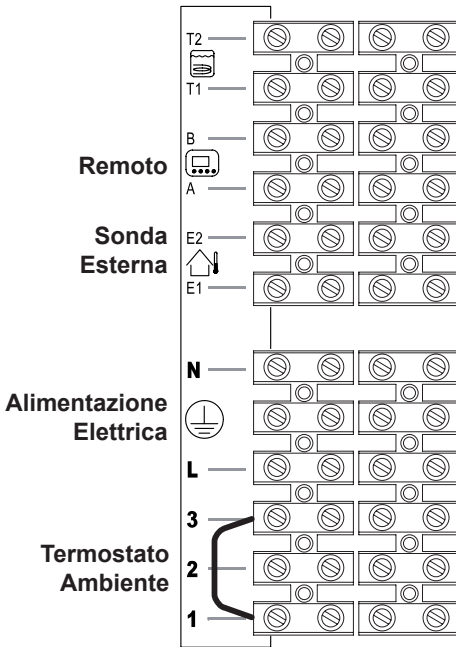
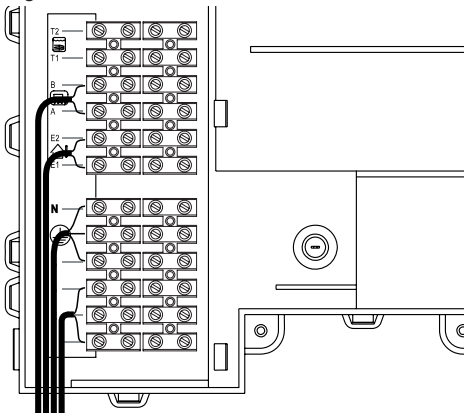
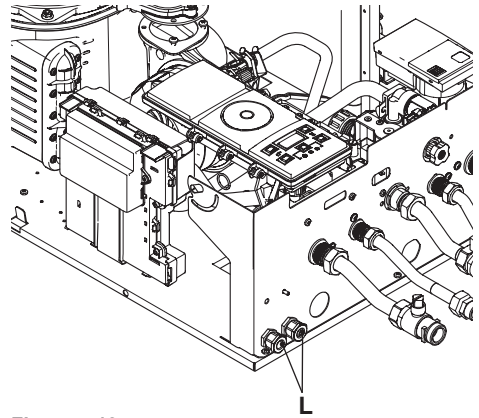

Figura 5.16
Figura 5.17
Figura 5.18
- Collegare il cavo di alimentazione elettrica proveniente dall'interruttore onnipolare alla morsettiera di alimentazione elettrica della caldaia Figura 5.16 rispettando la corrispondenza della linea (filo marrone) e del neutro (filo azzurro).
Il percorso del cavo o dei fili di alimentazione elettrica della caldaia e del termostato ambiente devono seguire il percorso indicato in Figura 5.17.
Far fuoriuscire i cavi dalla caldaia utilizzando gli appositi pressacavi L (Figura 5.18).
Per il collegamento di un termostato ambiente servirsi dei morsetti indicati in Figura 5.16.
Per il collegamento di valvole di zona servirsi dei morsetti termostato ambiente indicati in Figura 5.16 e Figura 5.17. I conduttori elettrici dei contatti del micro della valvola di zona vanno inseriti nei morsetti "1 e 3" della morsettiera termostato ambiente come in Figura 5.17.
Il percorso dei fili di collegamento della sonda esterna devono seguire il percorso indicato in Figura 5.17.
Il percorso del cavo del comando remoto deve seguire il percorso indicato in Figura 5.17. Far fuoriuscire i cavi dalla caldaia utilizzando gli appositi pressacavi L (Figura 5.18).